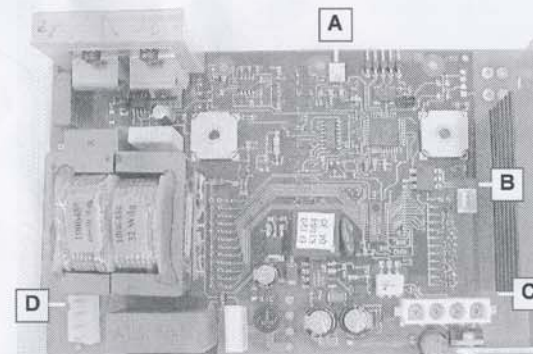

Abb. 2. Elektrische Anschlüsse auf Leiterplatte Steuerung
- 3.1 Elektrische Steckverbindungen anschließen (siehe Abb. 2.).